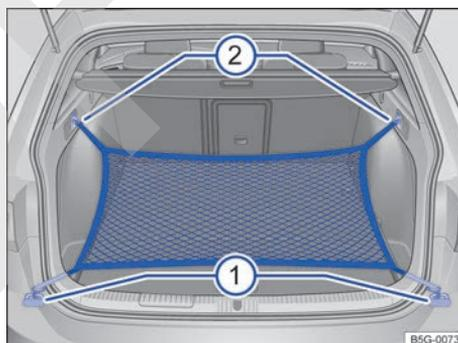

Fig. 155 En el maletero: argollas ① y ganchos ② para enganchar la bolsa de red.
- Fije los ganchos cortos de la bolsa en las argollas de amarre → fig. 155 ① → ▲. La cremallera de la bolsa tiene que quedar hacia arriba.
- Fije las cintas en los ganchos para colgar bolsas ②.